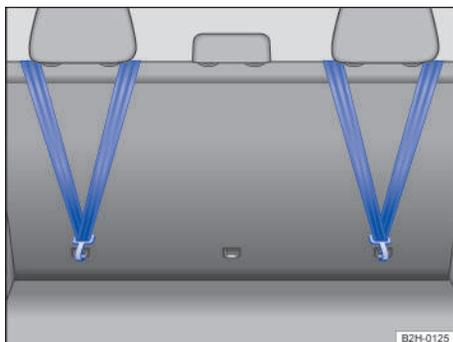

Fig. 43 En la parte posterior del respaldo del asiento trasero: cinturón de fijación superior enganchado.
5. Enganche el cinturón de fijación superior en la argolla de sujeción correspondiente → fig. 43